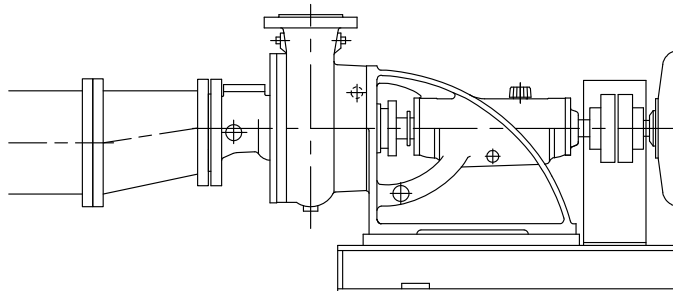

図 2.3-1 偏心テーパ管による吸込配管例
- (1) 吸込側及び吐出側の配管を行う場合は、ポンプに配管からの力が加からないようにして下さい。ポンプに配管からの力が加わると、ポンプの異常振動や破損の原因となります。
- (2) 配管を設計する場合、吸込配管の諸損失を最小にするように注意し、急激な断面変化や急激な曲りを避け、流速は3m/s以下になるよう管径を決定して下さい。
- (3) 吸込配管は空気溜りができないように、吸上配管の場合はポンプに向かって上り勾配として下さい。
- (4) 吸込配管とポンプ吸込口の口径が異なる時は図2.3-1のように偏心テーパ管を接続し、空気溜りができないようにして下さい。